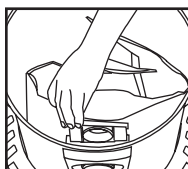

FIGURA 15
24. Deslice el deflector de entrada con la bolsa filtrante acoplada en la guía del deflector. **FIGURA 15.**